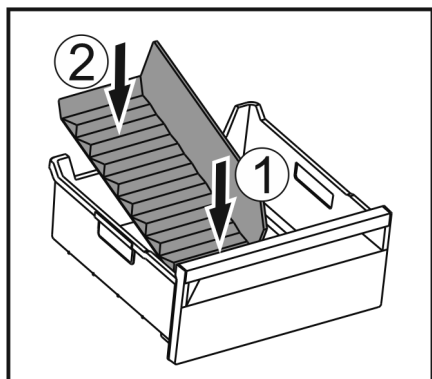

Fig. 139
- ▶ Вставити передню частину перегородки відділення для льоду. Fig. 139 (1)
- ▶ Опустити задню частину перегородки відділення до дна ящика для кубиків льоду. Fig. 139 (2)